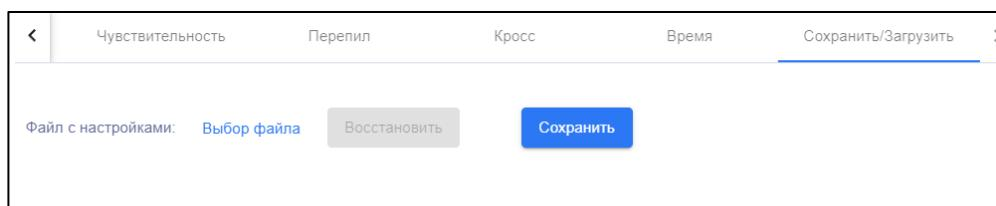

Рисунок 2.18 – Вкладка «Сохранить/Загрузить»
- а) для выгрузки файла настроек необходимо перейти на вкладку «Сохранить/Загрузить» (рисунок 2.18). Нажать на кнопку «Сохранить» и выполнить сохранение файла настроек устройства;
- б) для восстановления настроек из файла необходимо перейти на вкладку «Сохранить/Загрузить» и нажать по ссылке «Выбор файла» (рисунок 2.18). В появившемся диалоговом окне выбрать нужный файл настроек, после чего нажать кнопку «Восстановить».